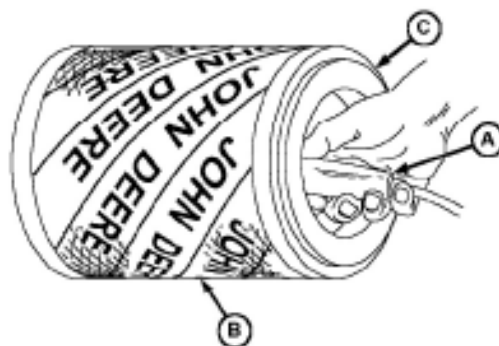

Рис.4.31 – Перевірка вкладиша фільтра:
2. Перевірити, чи не прогнулося зовнішнє решето (В) (рис.4.31). В результаті вібрації дірка в фільтрі може швидко поширюватися.